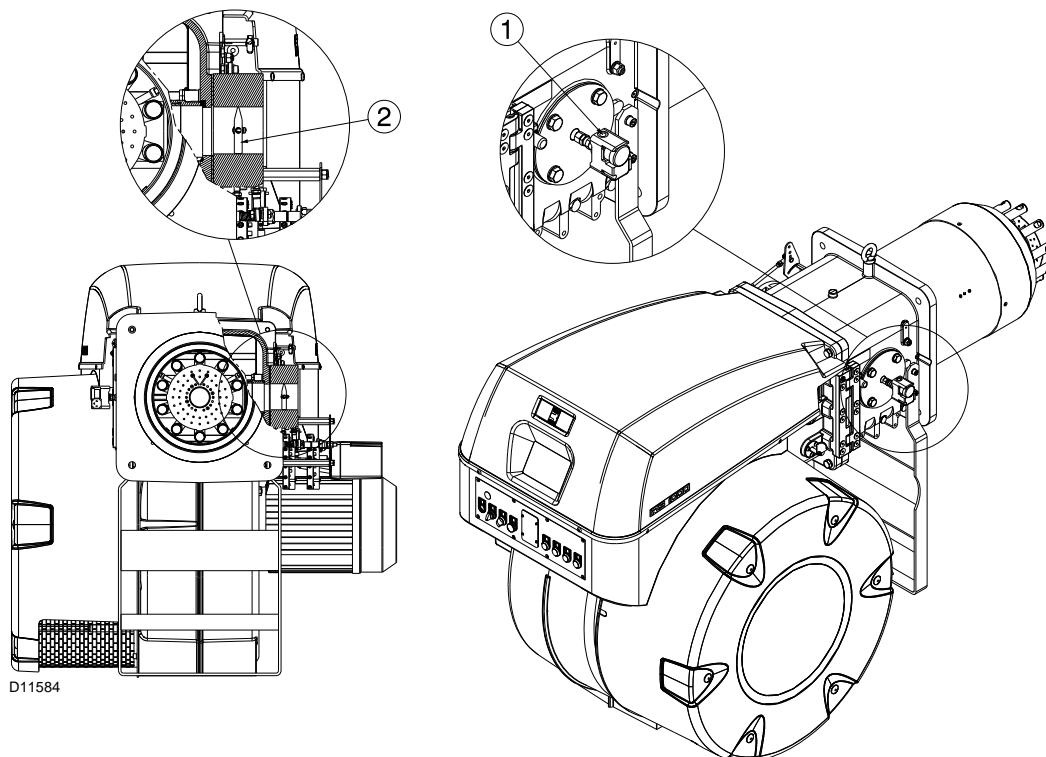

图 21
测试点 1) (图 21) 处测得的燃气压力，同时：
蝶阀 2) (图 21) 开启至最大角度 90° 时的压力损失。
— 用测试点 1) 处测得的燃气压力减去炉膛背压值 (图 21)。
测试点 1) (图 21 处的燃气压力) = 44.2 mbar
计算测试点 1) (图 21) 处所需燃气压力，将燃烧器以最大出力运行：
- 读出右边 (栏 1)，所示测试点 1) (图 21) 处压力。
测试点 1) (图 21) 处压力。